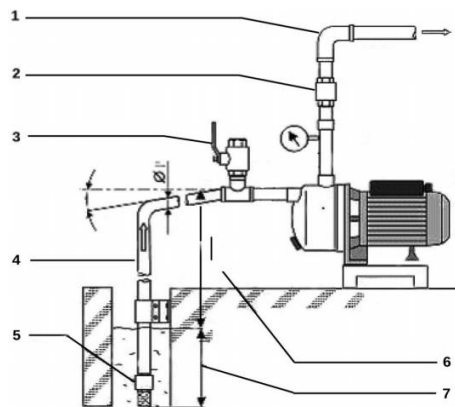

Рис. 2 - Схема установки насоса
Для гарантированного всасывания воды, перед пуском полностью заполните всасывающий трубопровод 4 рис. 2. Удобно воспользоваться заливным краном 3, как показано на рис.2. Для того, чтобы вода не выливалась из всасывающего трубопровода (шланга) 4, на его конце должен быть установлен обратный клапан 5.
- Подключите насос к сети. При правильном подключении из водоразборного трубопровода 1 рис.2 потечет вода.